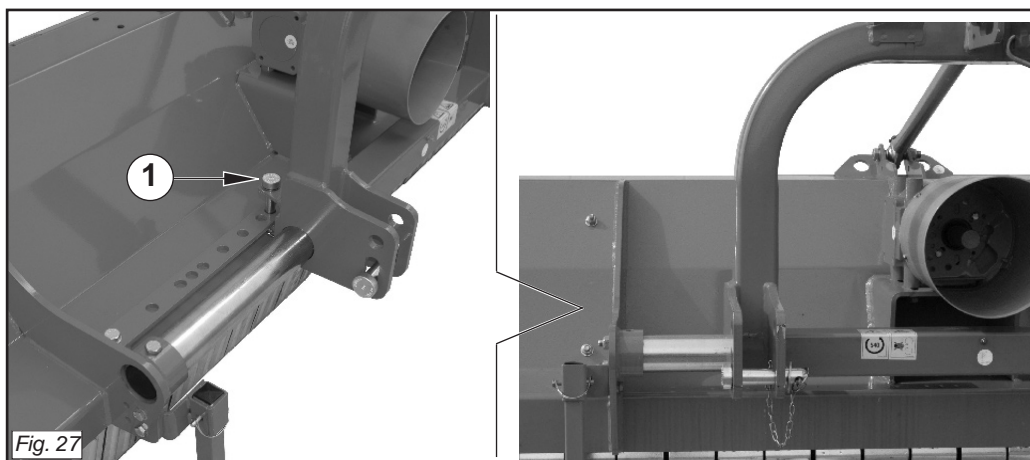

Fig. 27
- Togliere il perno (1 Fig. 27) dalla barra di fermo.
- Fjern stiften (1 Fig. 27) fra stopstangen.